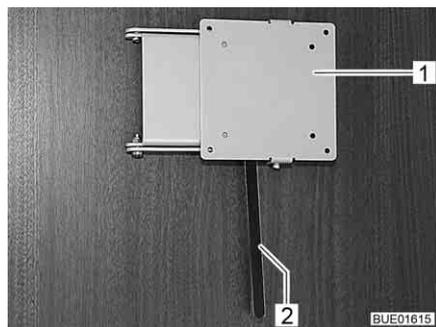

Bild 77 Halterung mit Entriegelungshebel
- Den Entriegelungshebel (Bild 77,2) zur Seite drücken und die Halterung (Bild 77,1) mit dem Flachbildschirm in die gewünschte Position drehen.
- Flachbildschirm zurückdrehen, bis die Halterung (Bild 77,1) in die Verriegelung einrastet.